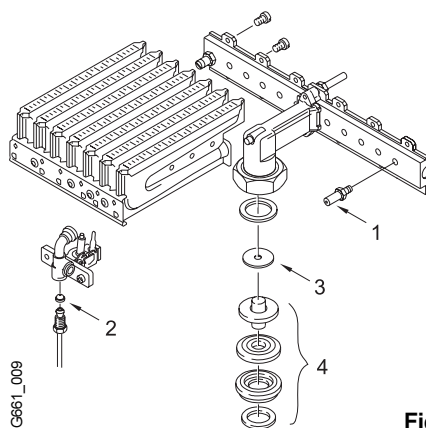

Fig. 5
- Smontare il bruciatore (fig. 5).
- Smontare i gruppi destro e sinistro del bruciatore, rimuovere gli ugelli con altri appropriati al tipo di gas (fig. 5, pos. 1).
- Sostituire l'ugello pilota (fig. 5, pos. 2).
- Sostituire la valvola modulante del gas (fig. 5, pos. 4).
- Sostituire il piattello della valvola (fig. 5, pos. 3) - (G.P.L.).